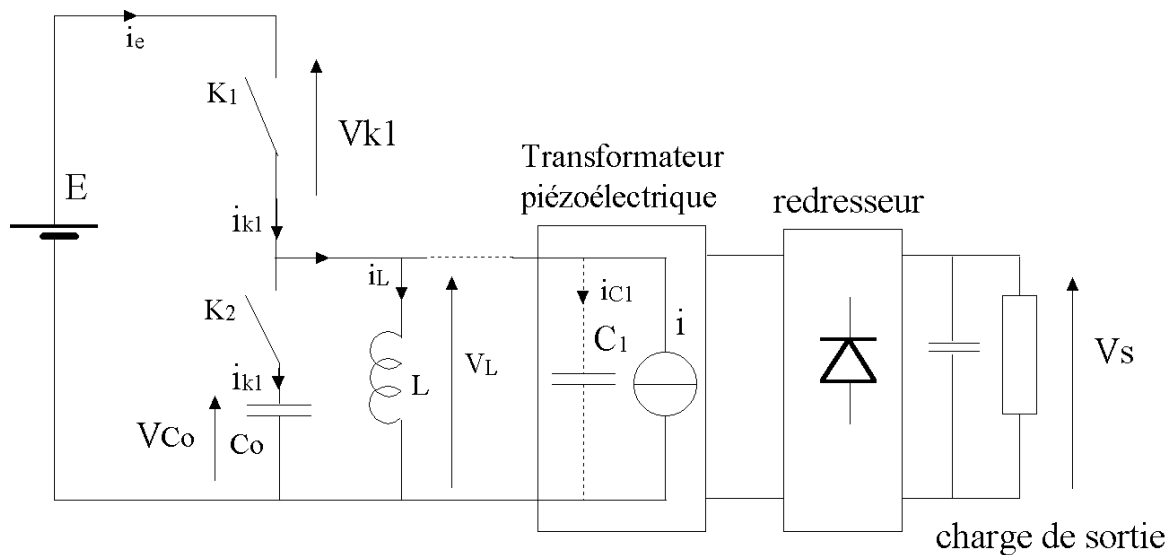

Figure 1: structure générale du dispositif et notations
La figure 1 présente la structure générale du dispositif ainsi que les notations adoptées. Le problème ne s'intéressera qu'à l'étage de conversion DC-AC d'entrée puis au transformateur piézoélectrique. L'étage de redressement de sortie ne sera pas abordé.
L'étage d'entrée est représenté à la figure 1, il permet, partant de la source continue E d'obtenir une tension alternative V_L destinée à l'alimentation du TP.
Pour assurer ce fonctionnement, on crée un temps mort τ dans les fonctions de modulation et on introduit une capacité C_1 comme indiqué en pointillé sur la figure 1. On suppose que τ est petit devant T et que le courant I_L reste sensiblement constant sur cette durée. La durée τ doit permettre d'assurer la pleine variation de la tension $V_L(t)$.
4. proposer un schéma équivalent simplifié à la résonance vu du primaire. Justifier le modèle du transformateur vu au primaire adopté à la figure 1.